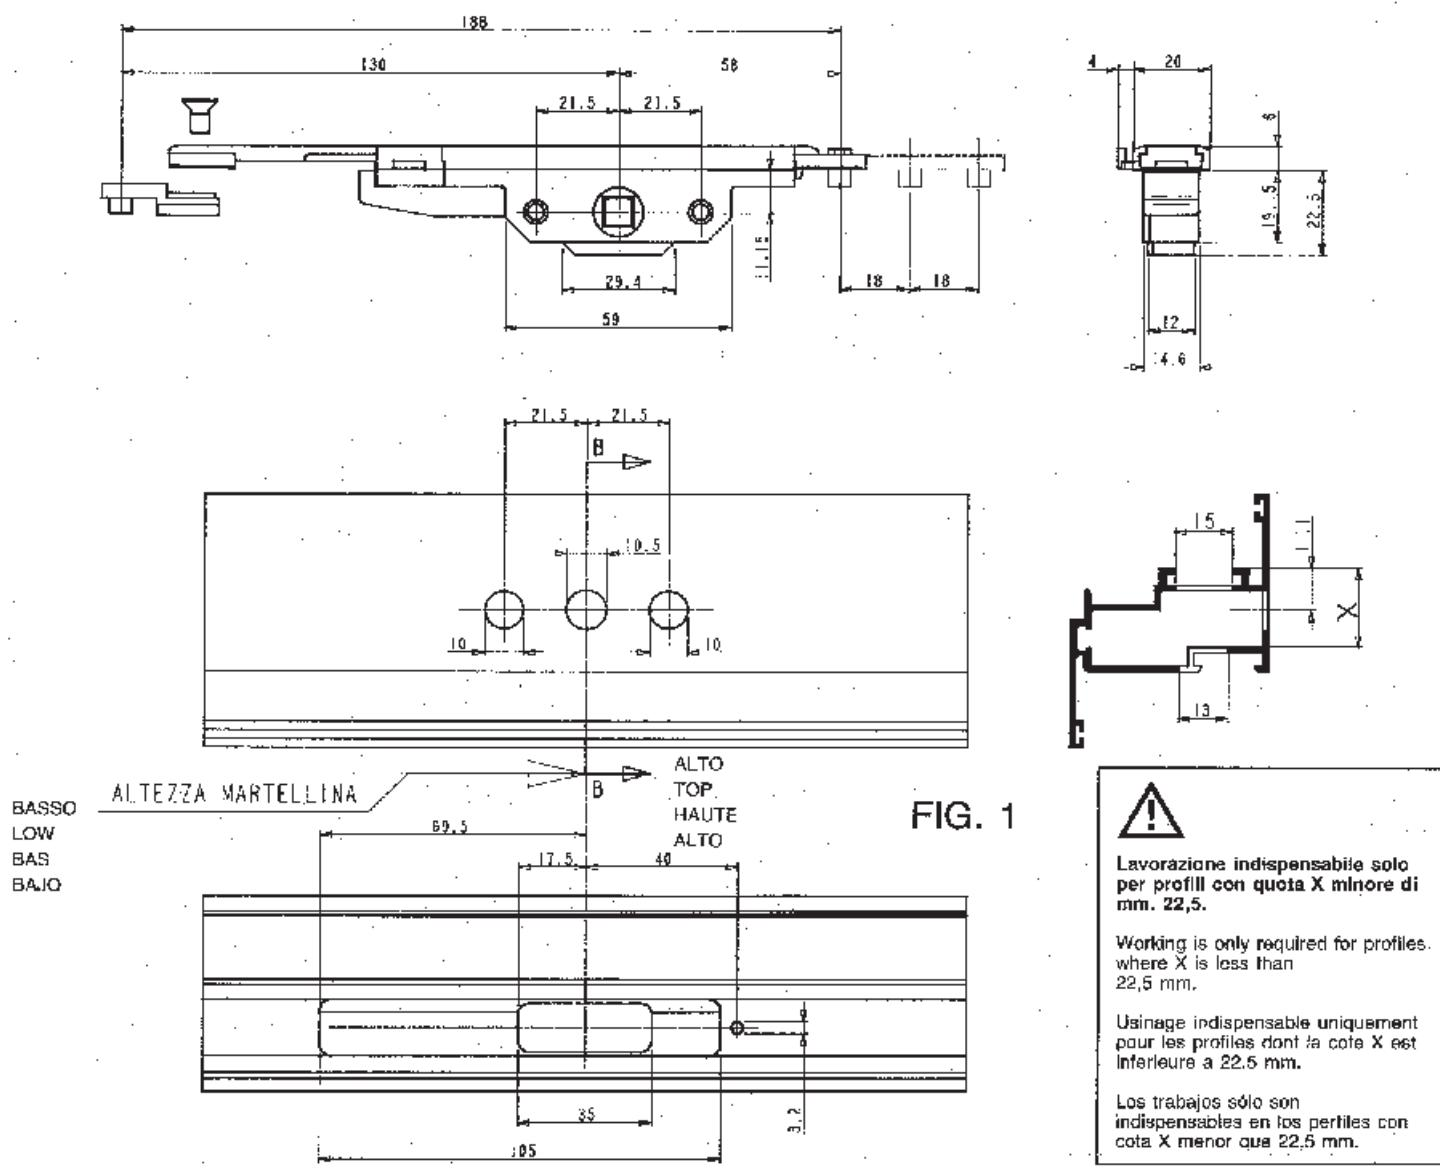

FIG. 1
- 1) Effettuare le lavorazioni per l'alloggiamento ed il fissaggio del meccanismo monodirezionale M180 sul montante dell'anta mobile come da fig. 1.
- 1) Carry out the necessary working to insert and fix in place the M180 monodirectional mechanism on the opening wing, as shown in fig. 1.
- 1) Exécuter les usinages pour le logement et la fixation du mécanisme unidirectionnel M180 sur le montant du vantail mobile comme l'indique la figure 1.